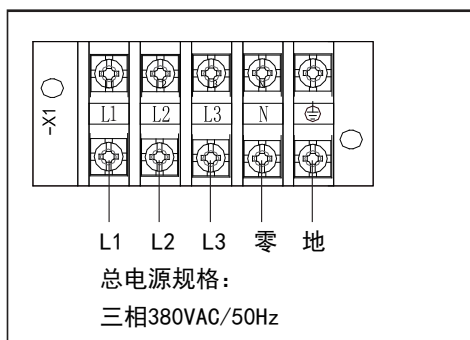

图3.1 室内机电源接线图
- 1) 室内机电源接线请参考室内机电源接线图, 如图3.1。